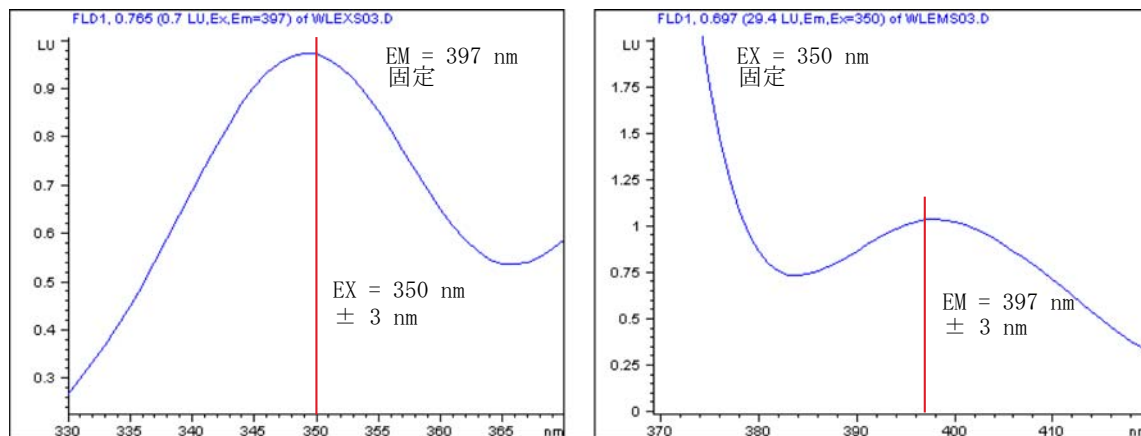

図 61 励起 / 蛍光スペクトル（期待される結果）
結果として、350 nm $\pm$ 3 nm の範囲に最大値が見られる必要があります。『173 ページ 図 61』を参照してください。
結果として、397 nm $\pm$ 3 nm の範囲に最大値が見られる必要があります。『173 ページ 図 61』を参照してください。
- 4 オンラインスペクトルのプロットを開いて、『173 ページ 図 61』（左側）に見られるような最大値を確認します。
- 6 オンラインスペクトルのプロットを開いて、『173 ページ 図 61』（右側）に見られるような最大値を確認します。